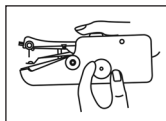
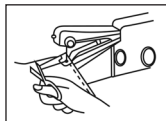

Abb. 1
Abb. 5
- 1] Stellen Sie sicher, dass das Gerät ausgeschaltet ist (siehe Bild A; der Schalter sollte dafür am Gerät nach hinten geschoben sein). Bringen Sie den Nadelarm mithilfe des Stellrads in die oberste Stellung. **Hinweis:** Das Stellrad lässt sich in beide Richtungen drehen (siehe Abb. 1).
- 6] Am Ende der Naht bringen Sie die Nadel mithilfe des Stellrads (siehe Abb. 1) in die oberste Stellung und ziehen Sie den Faden ca. 7,5 cm heraus. Dies geht am einfachsten mit dem Stiel eines Nahtrenners oder mit dem stumpfen Teil einer Schere (siehe Abb. 5).